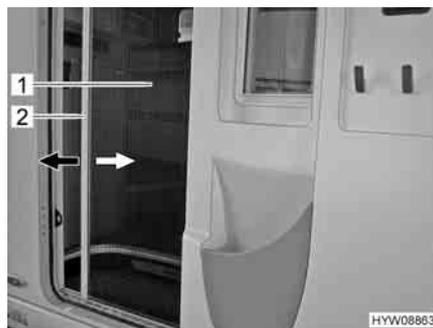

Fig. 36 Protezione contro gli insetti
**Chiusura:** ■ Afferrare la barra di presa (Fig. 36,2) con entrambe le mani ed estrarre con movimento uniforme la protezione contro gli insetti (Fig. 36,1) dall'alloggiamento della porta.
- Afferrare la barra di presa (Fig. 36,2) con entrambe le mani e spingere la protezione contro gli insetti (Fig. 36,1) nell'alloggiamento della porta esercitando una leggera pressione.